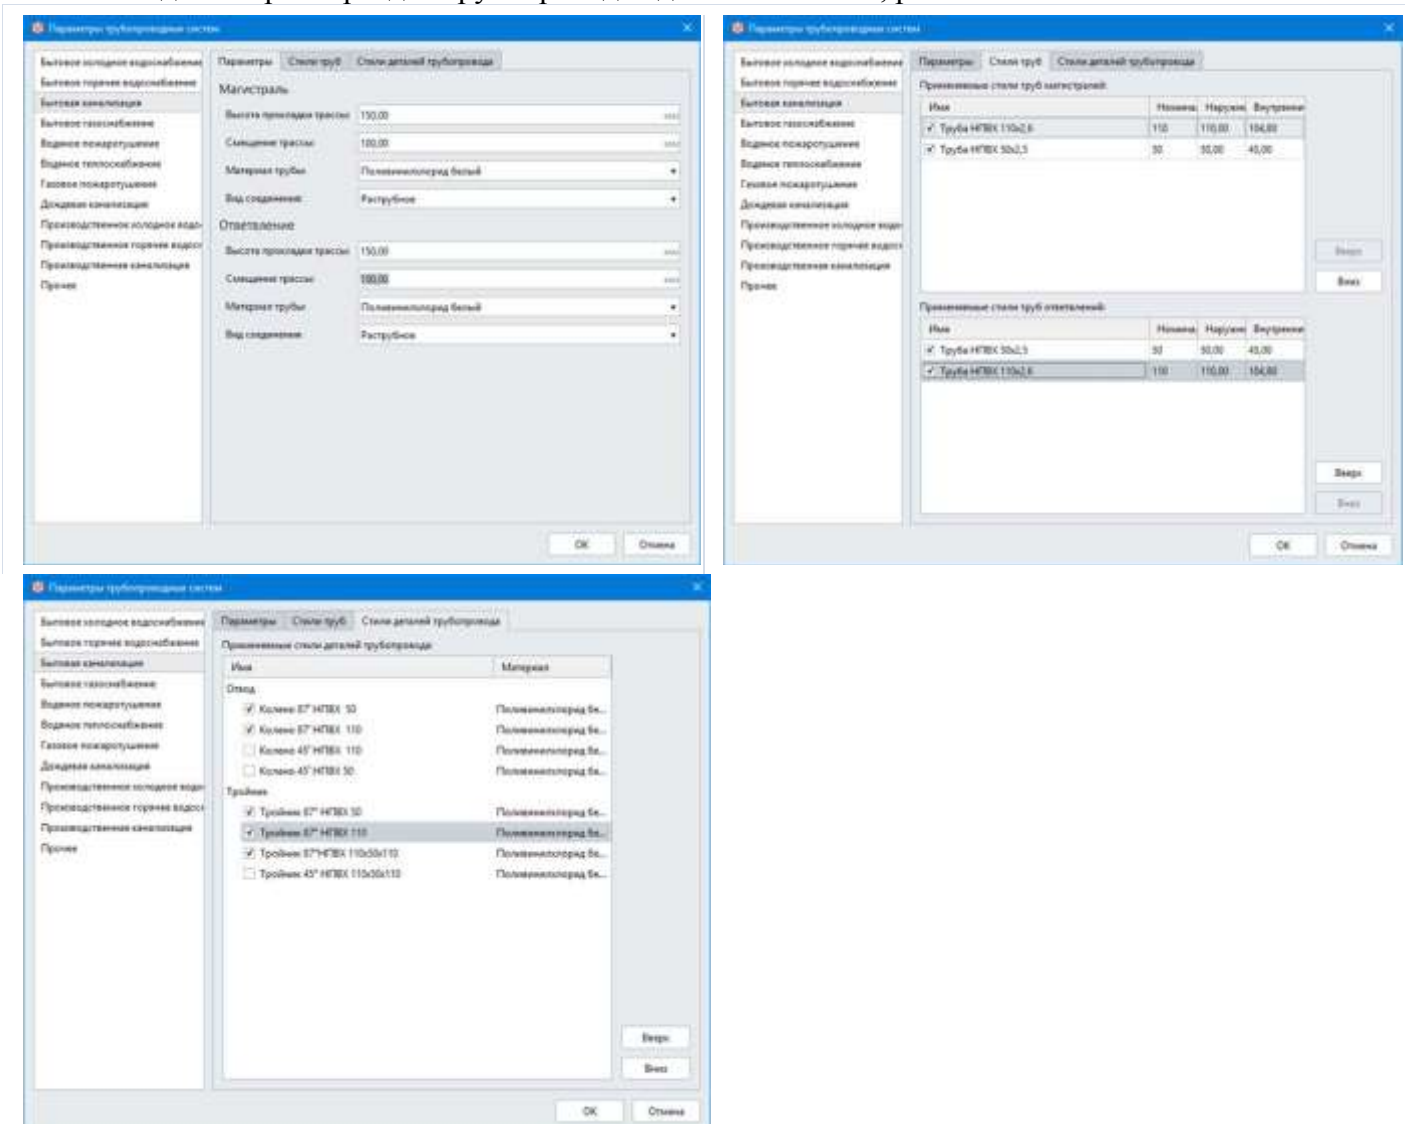

Рисунок 6.7 – Параметры трубопроводной системы
7. Задаём параметры для трубопроводов данной системы, рис.6.7